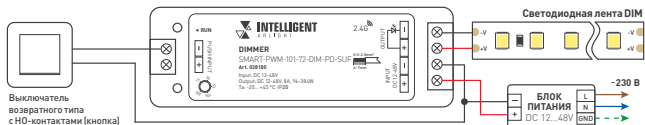

Рис. 1. Схема подключения диммера с использованием выключателя возвратного типа (кнопки)
- 3.2. Подключите диммер согласно схеме, приведенной на рис. 1 или 2.